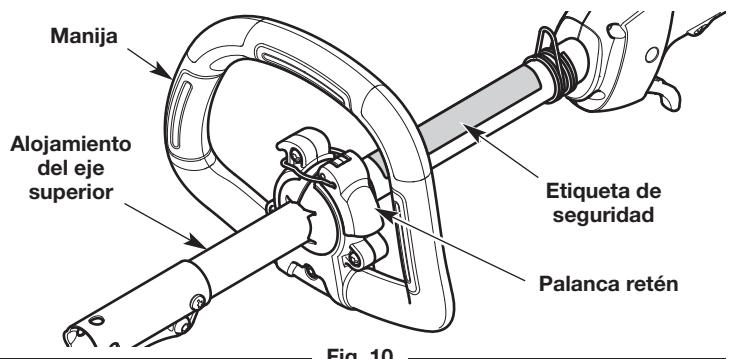

Fig. 10
- Mantenga la unidad en la posición de funcionamiento (Fig. 18). Mueva la manija hacia arriba o abajo del alojamiento del eje superior hasta que esté en una posición cómoda (Fig. 10). Compruebe que la manija esté ubicada más allá del extremo de la etiqueta de seguridad (Fig. 10).
- Levante la palanca retén para aflojar la manija (Fig. 10).